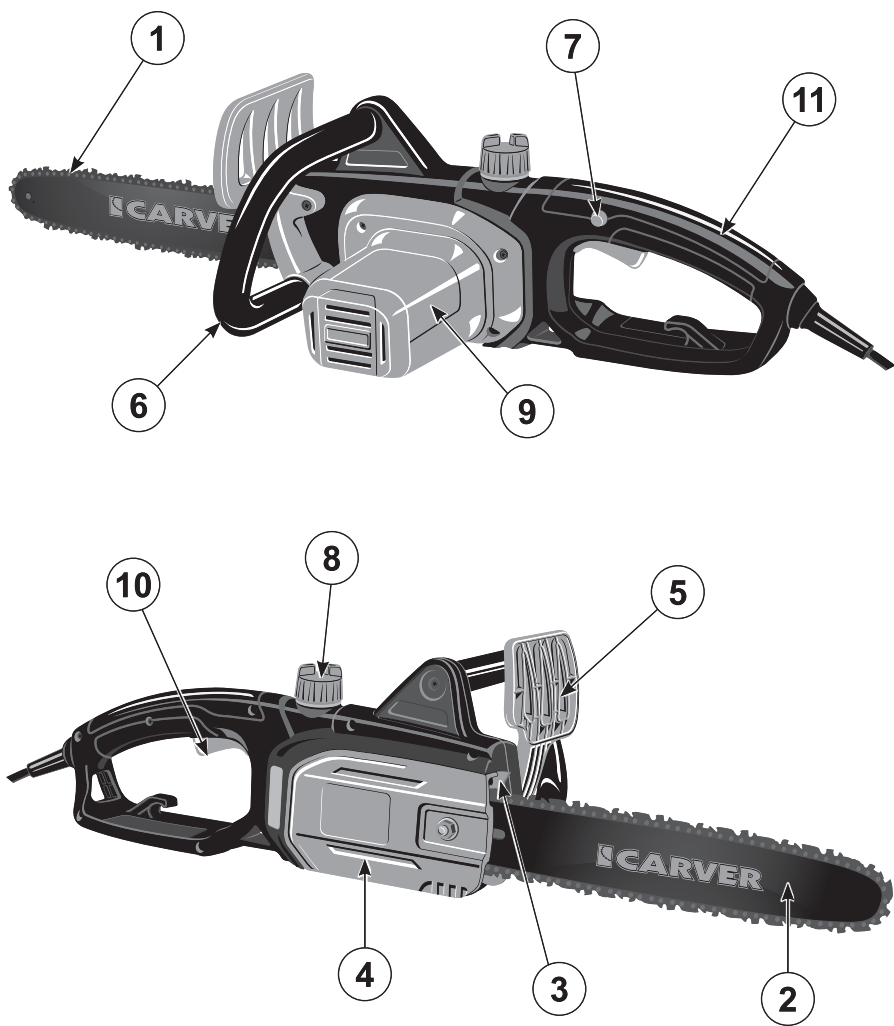

Рис. 1. Описание
**2. ОПИСАНИЕ (рис. 1)**
Шина пильная (*рис. 1, п. 2*) подвергается особенно серьезному износу в конце и у основания. Чтобы избежать одностороннего износа, переворачивайте шину каждый раз, когда Вы затачиваете цепь (отдаете в заточку или меняете).